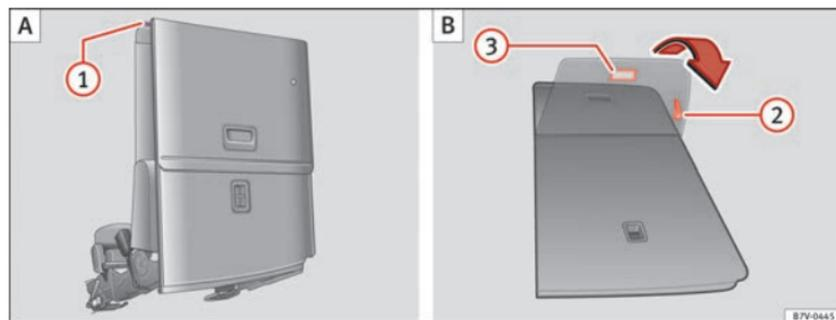

Abb. 91 Dritte Sitzreihe: Rücksitz in Ladebodenposition klappen **A** und zurückklappen **B**.
- Gegebenenfalls Hebel ⇒ Abb. 91 ② ziehen, um den Rücksitz in Längsrichtung in die gewünschte Position zu verschieben.
- Entfernen Sie Gegenstände aus dem Fußraum vor und hinter dem Rücksitz ⇒ ①.
- Griff ⇒ Abb. 91 ① nach hinten ziehen und Rücksitzlehne nach vorn drücken. Der komplette Rücksitz klappt nach vorn ⇒ △ und auch die Sitzfläche schwenkt selbsttätig nach vorn.
- Schlaufe ⇒ Abb. 91 ② ziehen, um die Sitzabdeckung zurückzuklappen.
- Griff ⇒ Abb. 91 ③ ziehen. Der komplette Rücksitz klappt nach hinten.